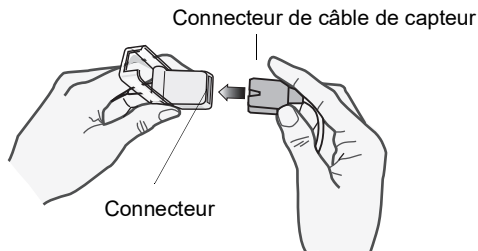

Figure 10-1 Connectez les connecteurs du capteur l'un à l'autre
- Si vous utilisez un câble patient 2 pièces, soulevez le cache en plastique transparent qui protège l'extrémité femelle du câble d'extension, puis branchez la prise mâle dans le connecteur du câble d'extension. Assurez-vous que la prise est complètement enfoncée dans le connecteur (voir Figure 10-1).